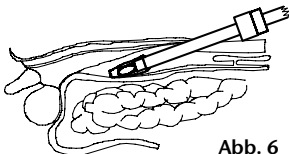

Abb. 6
- Si lo desea, aplique lubricante estéril en el extremo distal del sistema de balón e introdúzcalo en el espacio de trabajo extraperitoneal ya preparado a través de cualquiera de los accesos existentes. Durante la inserción del sistema de balón, así como durante la intervención en sí, tenga cuidado de no dañar el balón con otros instrumentos (fig. 6).